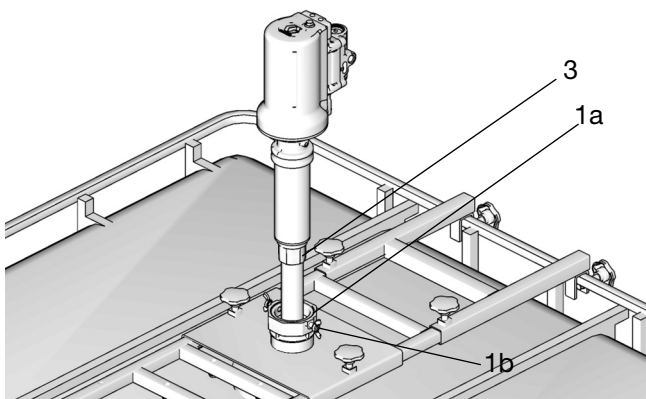

FIG. 11
I modelli BSPP sono concepiti per sigillarsi con il filtro di ingresso della pompa e non richiedono l'utilizzo di frenafili. Per questi modelli installare il tubo/flessibile di aspirazione (3) nell'alloggiamento di ingresso della pompa (1) (FIG. 11).
3. Inserire il tubo di aspirazione della pompa (3) attraverso l'adattatore fusto (1a) e nel serbatoio (FIG. 11). Assicurare la pompa in posizione stringendo le viti della guarnizione (1b) (FIG. 11).